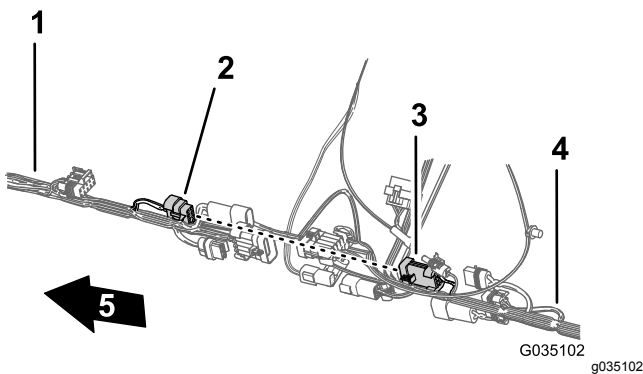

Bild 88
- Stecken Sie den 8-Stift-Stecker des vorderen Kabelbaums für die Sprühfahrzeug-Kabelbaumverbindung in den 8-Buchsen-Stecker des hinteren Kabelbaums für den Dosierungsschalter (Bild 88).